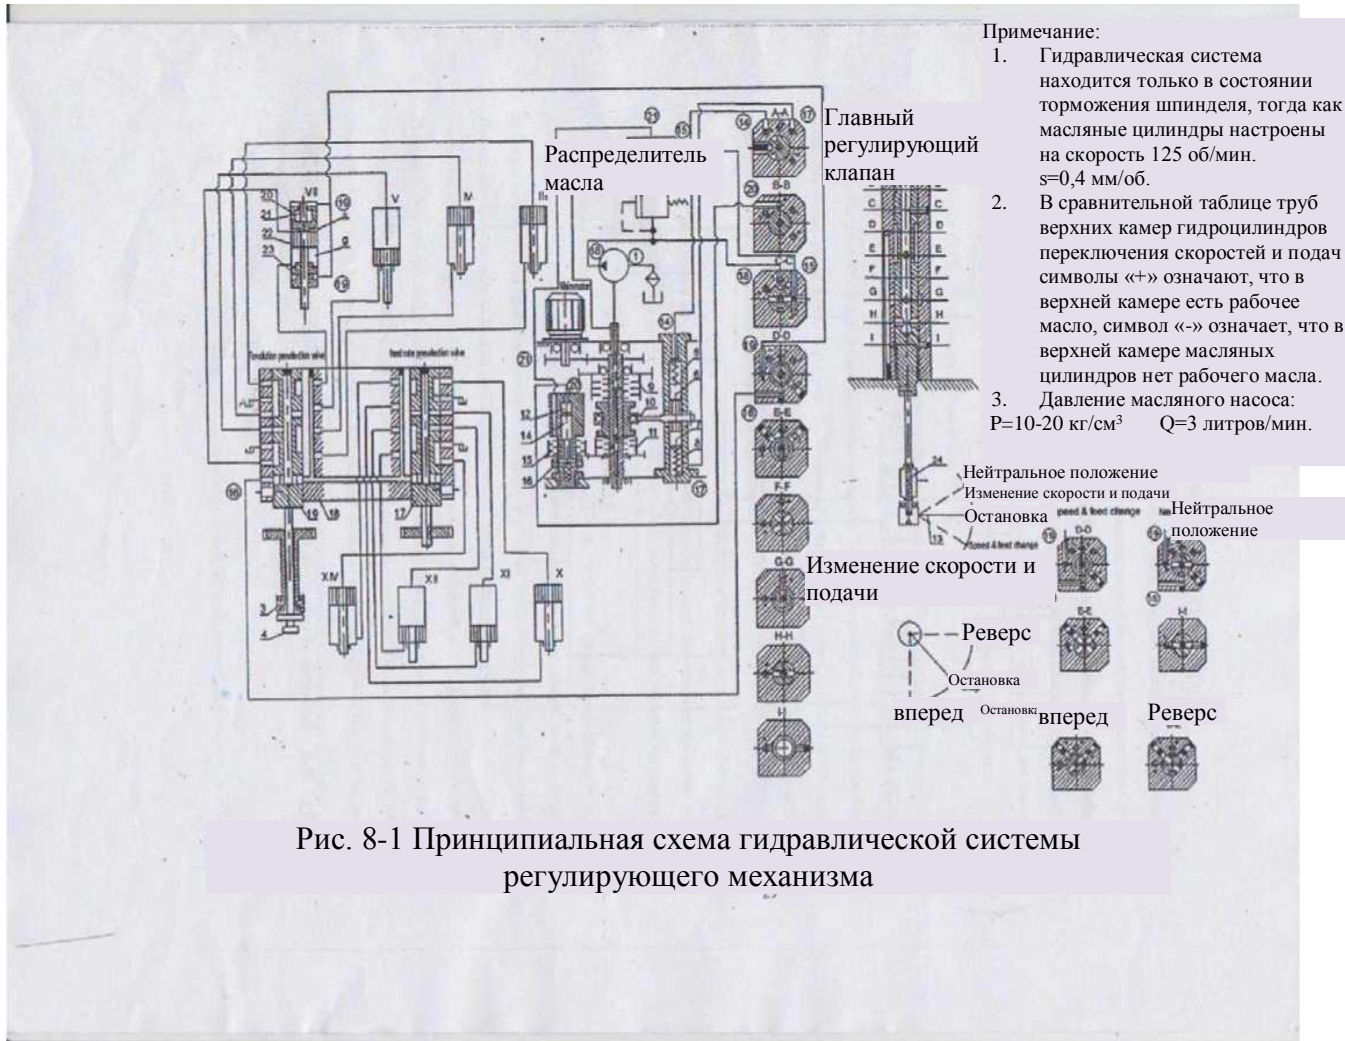

Рис. 8-1 Принципиальная схема гидравлической системы
1. Гидравлическая система регулирующего механизма (Рис. 8-1)
Ручки 3 и 4 и рукоятка 13 на Рис. 8-1 соответствуют ручкам и рукоятке на Рис. 4-4. Ручки 3 и 4 используются для предварительного выбора скоростей шпинделя и скоростей подачи шпинделя, соответственно, другие операции выполняются посредством рукоятки 13. Рабочее масло (которое находится под давлением 16-20 атмосфер, пользователь может не регулировать его) подается шестеренным насосом, который установлен в верхней части вала шпинделя с реверсивной фрикционной муфтой.
Расположение главного регулирующего клапана, представленного на Рис. 8-1, говорит о том, что шпиндель остановлен. В таком состоянии, когда главный двигатель приводит в действие зубчатый масляный насос и заставляет его вращаться, рабочее давление всей гидравлической системы будет низким. Масло, которое подает масляный насос, проходит через трубу 2 к отверстию «а» (в сечении С-С) клапана 2, как следствие, большое количество масла проходит через поперечное отверстие и бороздку хомута (сечение G-G) к другому поперечному отверстию и в трубу 3 (сечение С-С) через центральное отверстие клапана 1, затем через распределитель масла к каждой точке смазки, а затем возвращается в масляный бак, установленный в верхней части головки шпинделя. Другой поток масла проходит через трубу 8 (сечение В-В) к масляному цилиндру 12 внутри тормозного вала, но благодаря тому, что масло в гидравлической системе находится под низким давлением, муфта фрикционного тормоза 15 плотно прижимается пружиной 16, вызывая остановку шестерни на тормозном валу и, как следствие, шпиндель немедленно останавливается.
на 12 мм относительно клапана 2, т.е. каждое сечение (от А-А до 1-1) клапана 1 на Рис. 8-1 сместится в новое положение относительно клапана 2, таким образом форма поперечного сечения А-А клапана 1 будет идентична указанной в сечении В-В и т.д. Далее масло, нагнетаемое масляным насосом, проходит через трубу 2, отверстие «а» клапана 2 (сечение С-С), затем бороздку хомута клапана 2 (сечение G-G), поперечное отверстие и центральное отверстие отверстия 1, далее через трубу 4 (сечение D-D, см. также изменение скорости в данном сечении) на клапан 19 (повторного выбора вращения шпинделя) и клапан 17 (предварительный выбор скорости подачи шпинделя). Отсюда один поток рабочего давления поступает напрямую в нижние камеры каждого масляного цилиндра механизма изменения скорости и подачи через соответствующие масляные отверстия; другой поток рабочего давления поступает в верхние камеры каждого масляного цилиндра механизма изменения скорости и подачи через центральные отверстия клапанов предварительного выбора 17 и 19, а также через поперечные отверстия клапана 18. Все масляные цилиндры механизма изменения скорости и подачи разного типа. В случае если рабочее давление поступает в их верхние камеры, а область каждого поршня в верхних камерах больше нижних, произойдет разница в давлении. Под воздействием давления поршень перейдет в нижнее положение; если верхние камеры масляных цилиндров подключены к маслотоворному отверстию клапана 18, под воздействием рабочего масла в нижних камерах поршни переместятся в верхнее положение. То, через какие масляные цилиндры верхних камер будет проходить рабочее масло, зависит от оборотов шпинделя и скорости подачи, предварительно заданные клапанами 19 и 17 (см. Таблицу указания потоков масла, которые поступают в верхние камеры масляных цилиндров механизма изменения скорости и подачи и из них на Рис. 8-1). Поршни внутри масляных цилиндров механизма изменения скорости и подачи на Рис. 8-1 находятся в положении, при котором шпиндель вращается со скоростью 25 об/мин. Скорость подачи составляет 0,4 мм/об. Если рабочее масло поступает не только в трубу 4 (сечение D-D), но также проходит через центральное отверстие и поперечное отверстие клапана 1 на клапаны 5 и 8 через отверстие «b» и «с» клапана 2 (см. данные изменения скорости в сечении E-E), а также через трубы 6 и 5 (сечение А-А). Из-за разницы в диаметре поршня 7 и 6 создается разница давления. Под воздействием такого давления вилка переключения скоростей 10 медленно перемещается вперед, постепенно прижимая фрикционную муфту 9, чтобы подключить приводную цепь к главному двигателю шпинделя, тем самым позволяя шпинделю вращаться медленно, это называется амортизация скорости. Функция амортизации скорости заключается в том, чтобы упростить попадание скользящих шестерней в положение зацепления и избежать столкновения зубьев шестерни.
Поворачивая рукоятку 13 в нейтральное положение шпинделя клапан 1 смещается вниз на 12 мм относительно клапана 2, т.е. каждое сечение (от А-А до 1-1) клапана 1 на Рис. 8-1 сместится в новое положение относительно клапана 2, таким образом форма поперечного сечения А-А клапана 1 будет идентична указанной в сечении В-В и т.д. Масло, нагнетаемое